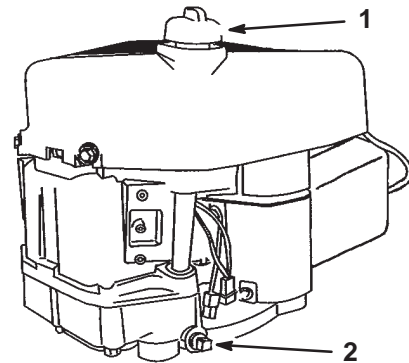

Figure 16
3. Nettoyez la surface autour de la jauge d'huile (Fig. 16) pour éviter que des impuretés s'introduisent dans le goulot de remplissage, ce qui risquerait d'endommager le moteur.
4. Placez un bac de vidange sous le bouchon de vidange et retirez le bouchon (Fig. 16).
7. Versez lentement environ 80% de la quantité d'huile spécifiée dans le trou de remplissage (Fig. 16). Vérifiez le niveau d'huile (voir Contrôle du niveau d'huile, page 21, points 4 à 5).
5. Versez lentement environ 80% de la quantité d'huile spécifiée dans le trou de remplissage (Fig. 16). Vérifiez le niveau d'huile (voir Contrôle du niveau d'huile, page 21, points 4 et 5).